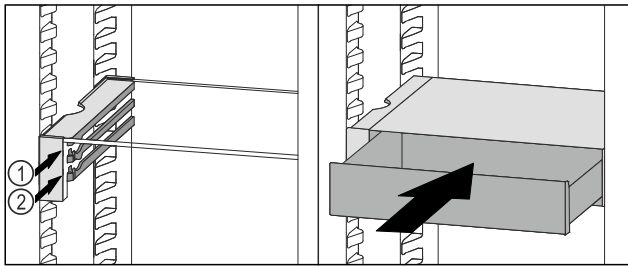

Fig. 130
- VarioSafe çekmecesini durdurucuların arkasında istediğiniz kademe çıkıntısı Fig. 130 (1) veya Fig. 130 (2) üzerine yerleştirin.